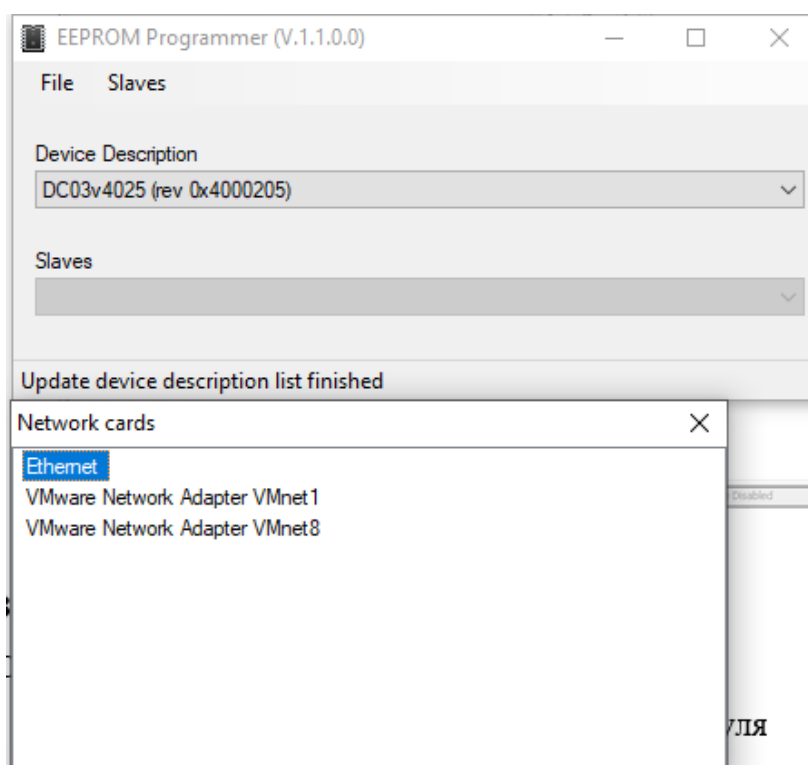

Рисунок 3
2.6.4. Выбрав в верхнем меню утилиты «Slaves»→«Scan», найти подключенные к сети Ethernet устройства. Список найденных устройств отобразится в отдельном окне «Network cards» (рисунок 3).